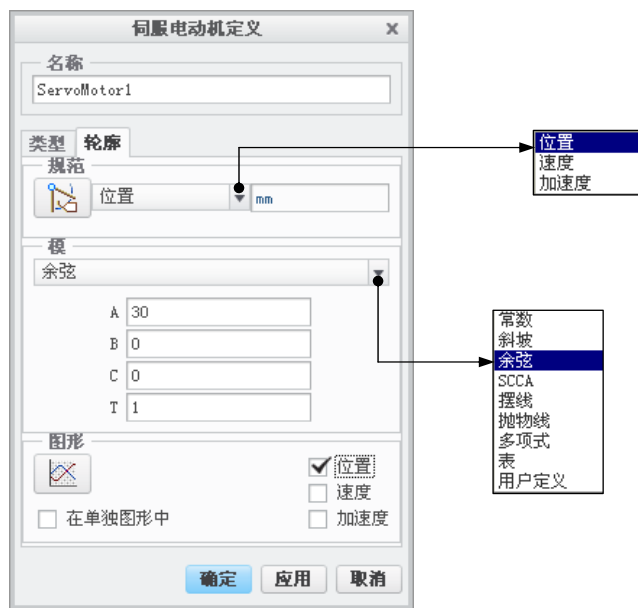

图 13.5.10 “轮廓”选项卡
(3) 这时模型中出现一个洋红色的箭头，表明从动图元将相对于参考图元移动的方向，可以单击  按钮来改变方向。
(4) 定义运动函数。单击对话框中的 **轮廓** 选项卡，在图 13.5.10 所示的选项卡界面中进行如下操作：
① 在 **规范** 区域的列表框中选择 **位置** 选项。